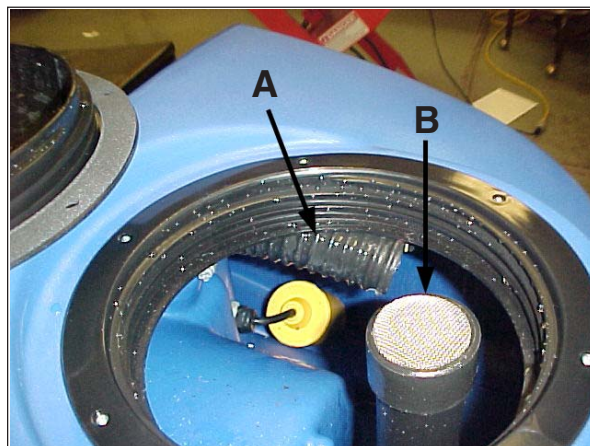

Figura 35
12. Si el depósito o la manguera de recuperación están obstruidos use presión de agua para lavarlos. Coloque la manguera de agua dentro de la manguera de recuperación (figura 35, A).
NOTA: No coloque la manguera de agua en el tubo de entrada de aspiración (consulte la figura 35, A), ya que se producirán daños.
La manguera de recuperación (figura 35, A) está localizada a la derecha del tubo de entrada de aspiración (consulte la figura 35, B). La manguera de recuperación es flexible, lo que le permitirá moverla hacia la abertura para fácil acceso a la manguera de agua para lavar la línea.